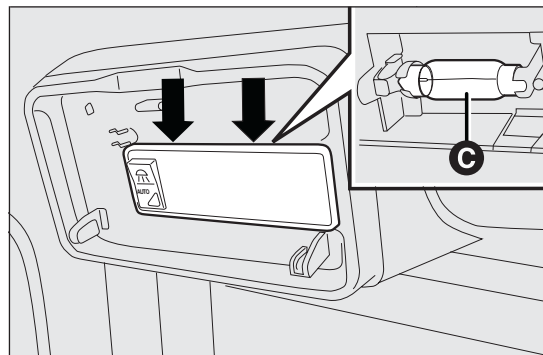

fig. 164
- ❑ sustituir la lámpara C fig. 164 soltándola de los contactos laterales y asegurándose de que la nueva lámpara quede correctamente fijada entre estos;